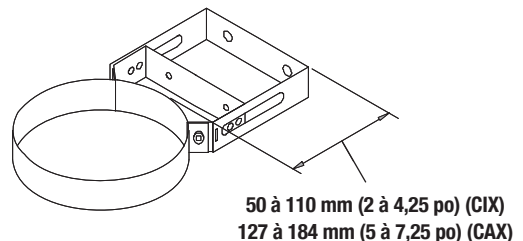

Figure 29 - Extension de guide mural
3. Le guide mural peut être installé avec une extension de guide mural pour obtenir des dégagements pouvant atteindre 110 mm (4,25 po) pour le modèle CIX et 7-1/4" pour le modèle CAX. Voir **Figure 29** - Extension de guide mural.